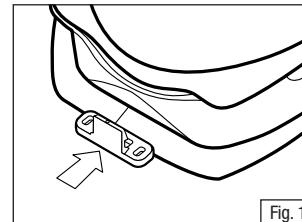

Fig. 1
2. Coloque el pestillo en la superficie frontal de la parte de la mandíbula con la falange viendo hacia el marco del visor de campo amplio. Deslice el pestillo hacia el marco de modo que se sobreponga a la costilla en el marco. Asegúrese que el centro del pestillo (marca circular en la parte superior de éste) está alineado con el centro del marco. (Fig. 1)